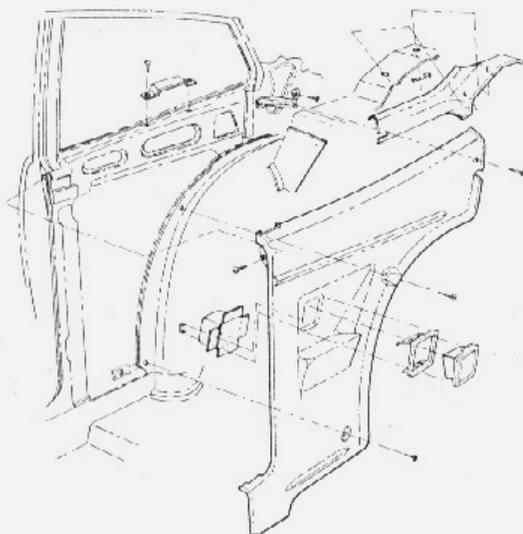

fig. 7 — painel lateral traseiro - modelo de 2 portas
2. Remover as molduras laterais do porta-pacotes (fig. 7 e 8).